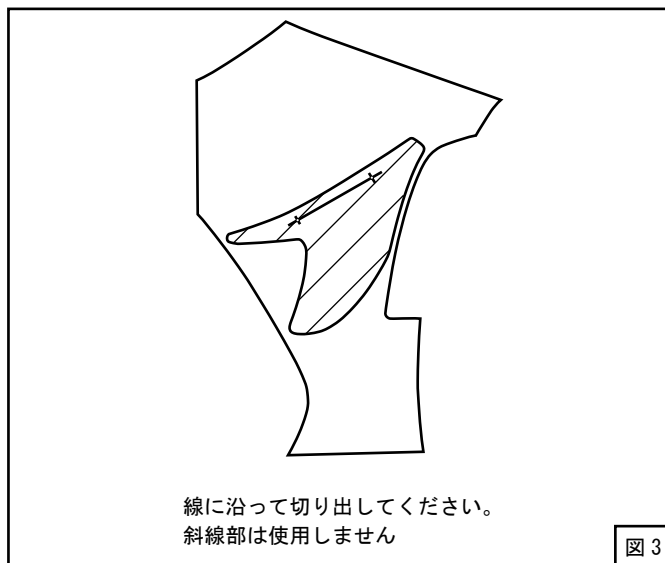

図 3
- (5) 型紙 LH のカナードのラインを切り出してください。(図 3)